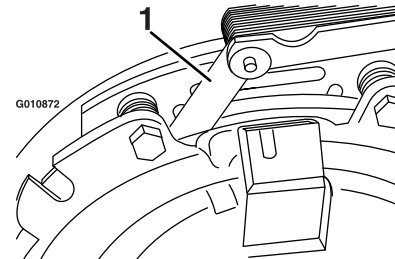
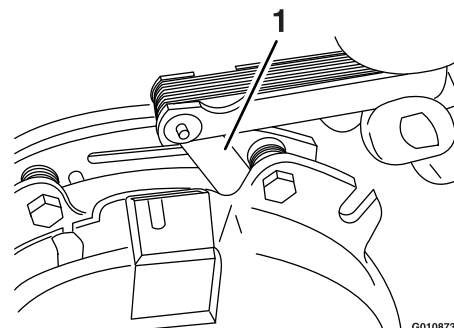

Bild 84
Bild 85
- E. Prüfen Sie mit einer Fühlerlehre (0,25 mm) den Abstand zwischen dem Drehzylinder und der Vorderseite der Lehre an beiden Seiten des Bremsschafts, wie in Bild 84 und Bild 85 abgebildet.